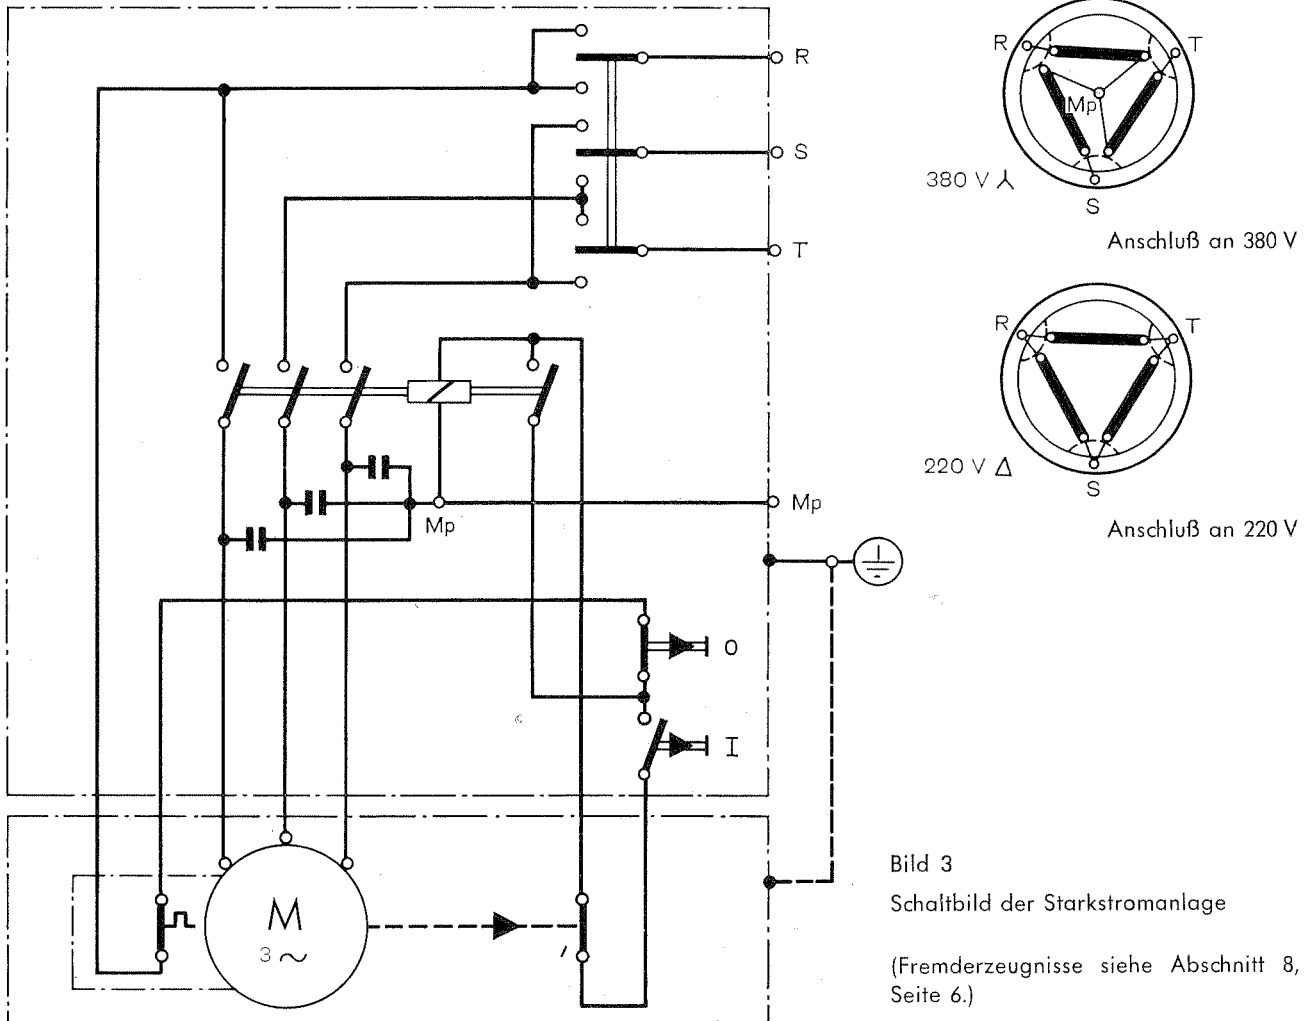

Bild 3
3. Anschluß des Prüfstandes (siehe Bild 3)
Für 220 V muß der Motor an den Klemmen auf der Stirnseite des Schleifringkörpers umgeschaltet werden (siehe Bild 3).